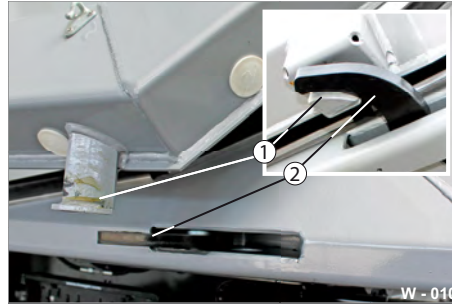

Abb. 10 Schmierstellen
- ▶ Fetten Sie den Greifbolzen (Abb. 10/1) mit Maschinenfett ein.